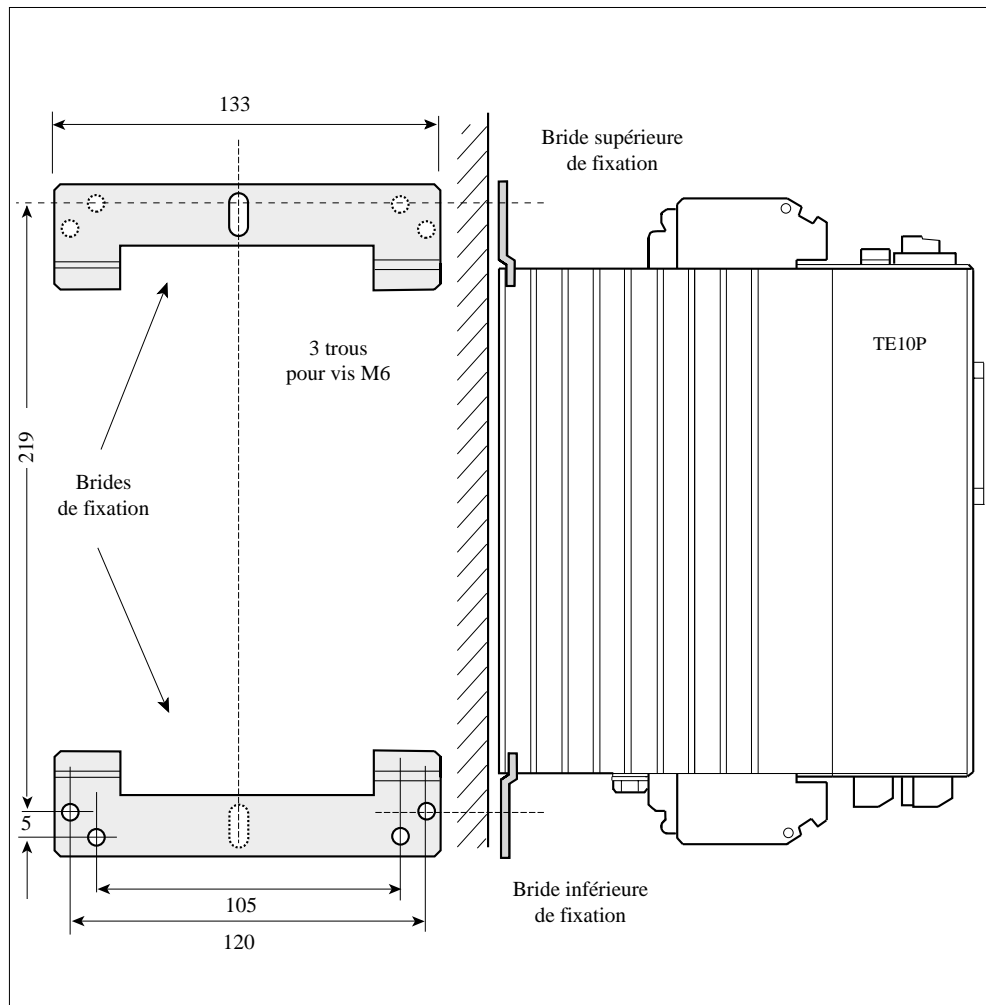

Figure 2-4 Cotes (mm) de perçage et fixation en fond d'armoire (calibres 16A à 100A)
- Percer 3 trous pour les vis M6 suivant les cotes de la figures 2-4.